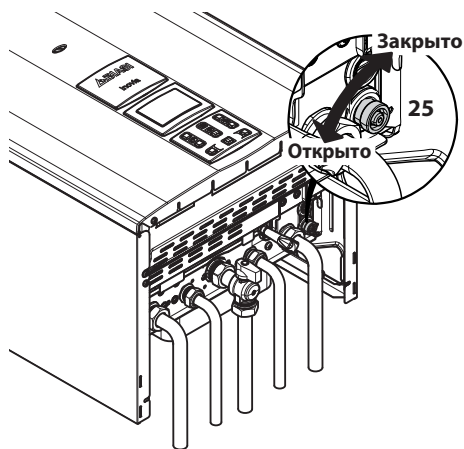

Рисунок 9.4
- Ослабить кран опорожнения котла 25, см. Рисунок 9.4.